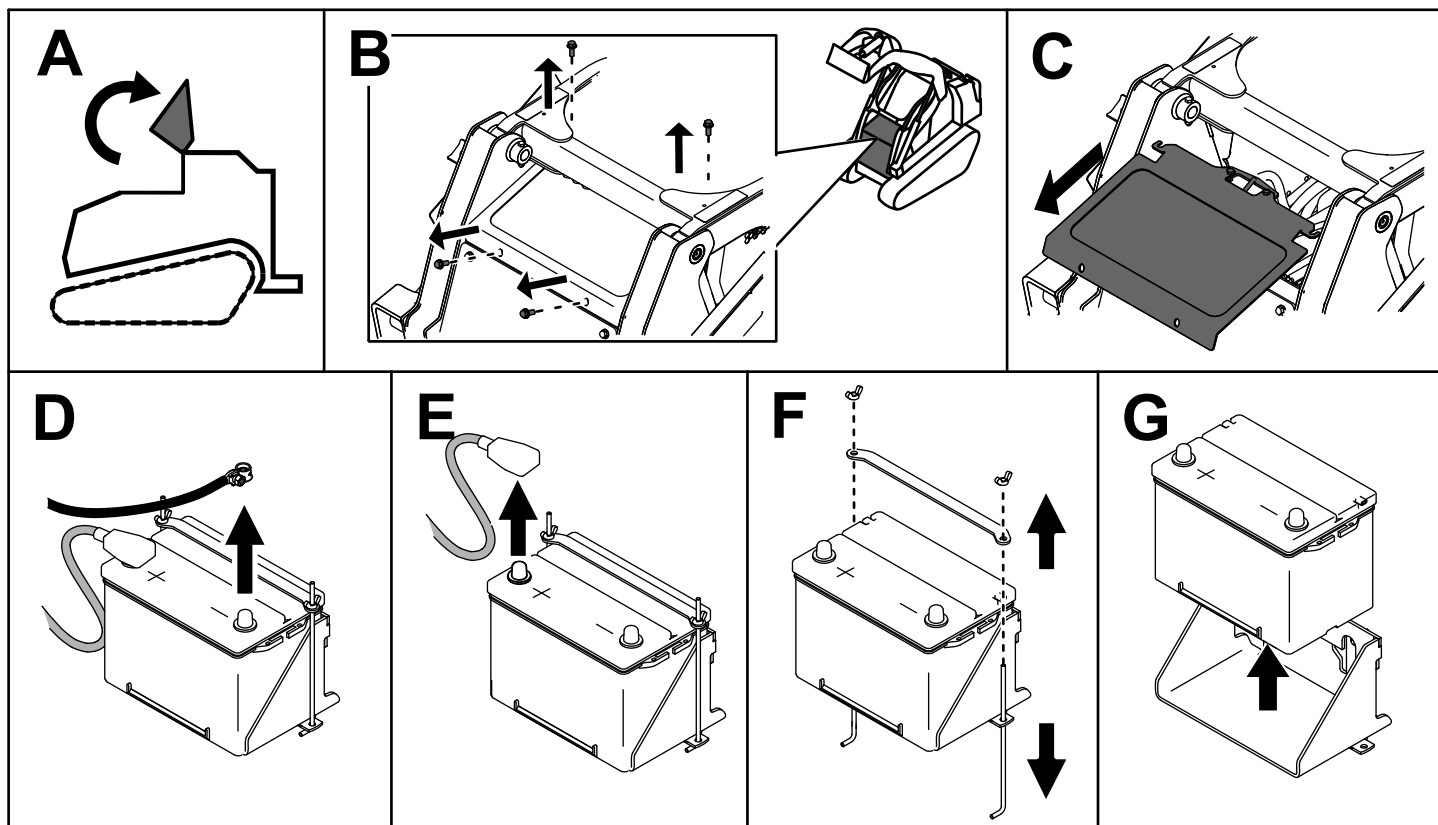

Рисунок 51
3. Снимите аккумуляторную батарею, как показано на Рисунок 51.